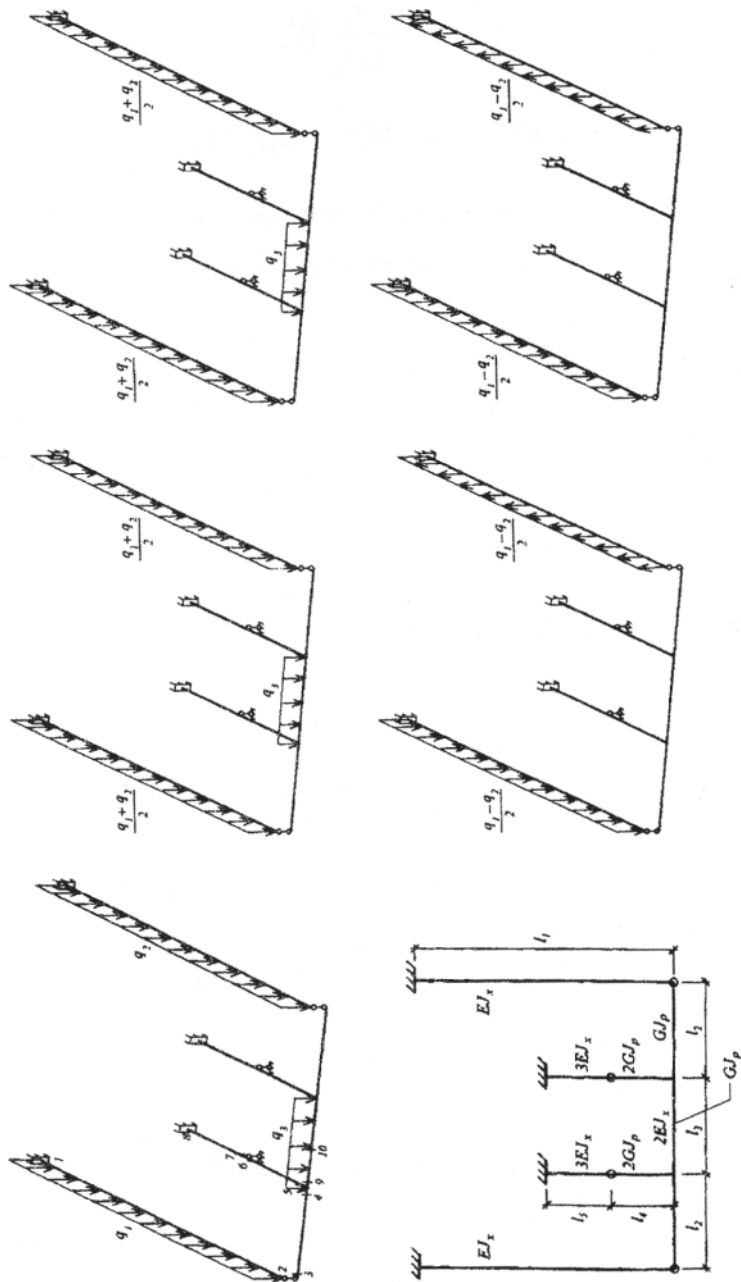

Рис. 4
1. Выбрать по шифру из табл. 5 параметры плоской рамы (рис. 4) с нагрузкой, перпендикулярной к её плоскости. Сделать чертеж в аксонометрии.
Рассмотреть симметричное и кососимметричное нагружение рамы и провести расчет на один из видов нагружения, учитывая одну половину схемы (сечения 1 ÷ 12 рис. 4).